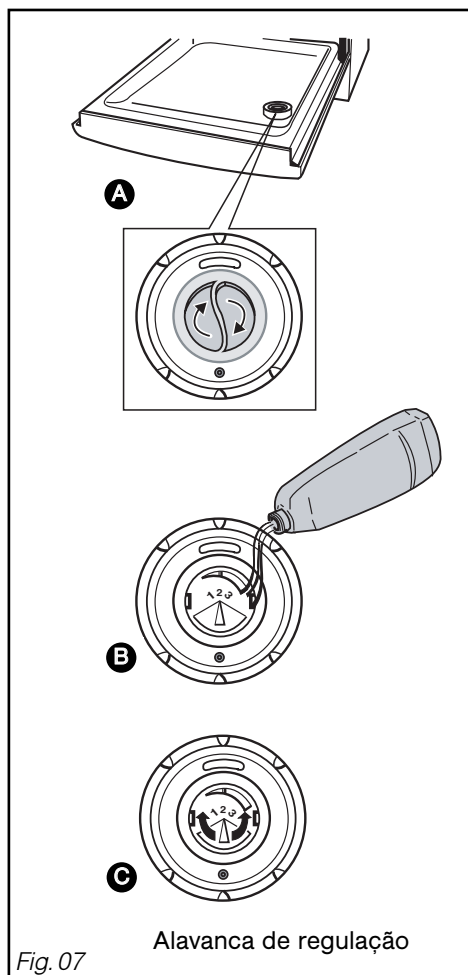

Fig. 07
• **O produto de enxaguamento (fig. 07)**
Ajustar quando necessário, o ajuste de origem é 2. Após alguns ciclos no caso de secagem errada ou de marcas, aumentar o ajuste rodando a alavanca (Fig 07 **C** :referência 3 para aumentar - Voltar a fechar a fundo